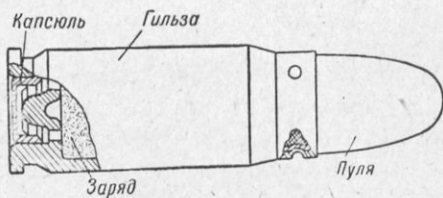

Рис. 29. Боевой патрон
13. Для стрельбы из автомата применяется pistolетный патрон 7,62-мм калибра (рис. 29), который состоит из пули, гильзы, порохового заряда и капсюля.